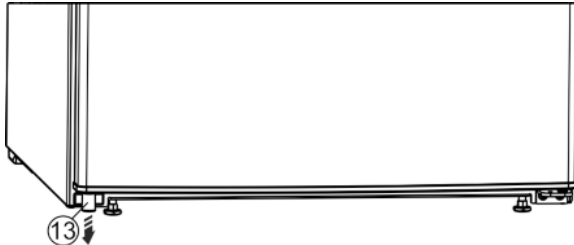

Fig. 4
- ▶ Estrarre dalla porta, in basso a sinistra, il distanziatore Fig. 4 (13).